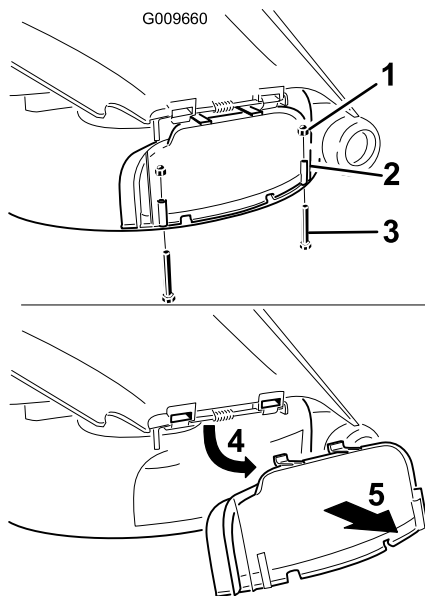

Figura 22
- Remova os 2 parafusos e porcas que fixam a cobertura de descarga ao cortador (Figura 22).